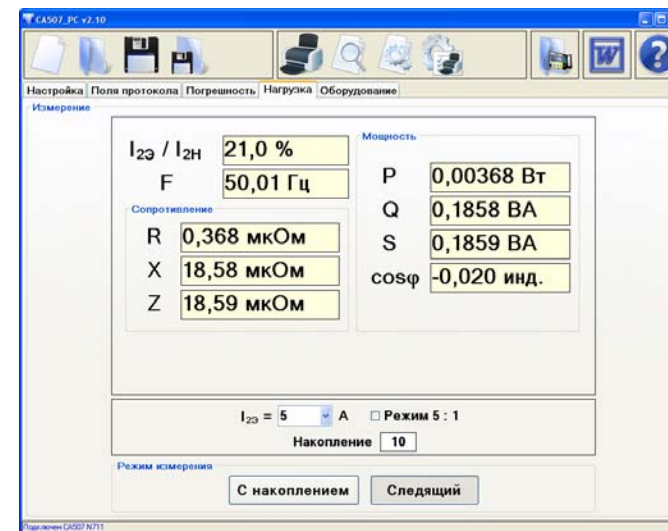

Рисунок 2.13
1) Для подготовки к измерению щелкнуть по вкладке "Нагрузка". Установить значение номинальной силы вторичного тока ТТ эталонного $I_{2Н}$ (рисунок 2.13), для чего в поле " $I_{2Н}$ " выбрать значение из списка или ввести с помощью клавиатуры. Если выполняется измерение характеристик магазинов нагрузок, то в поле " $I_{2Н}$ " следует вводить значение номинального тока магазина нагрузки.